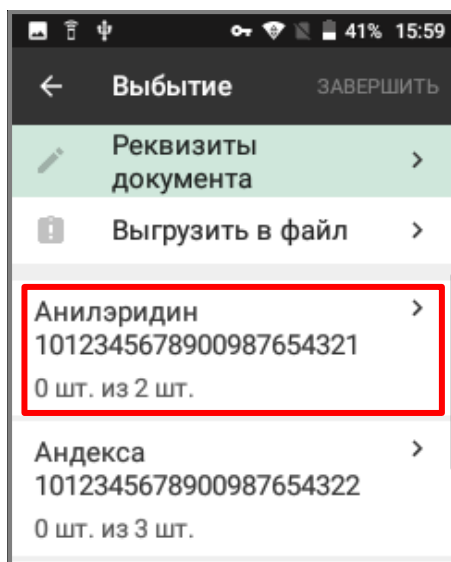

Рисунок 69. Список ЛП
14. Документ можно не завершать и выгрузить в текущем состоянии в файл формата *.csv в корневую папку РВ, нажав на кнопку **Выгрузить в файл** (см. рисунок 69) и подтвердив выгрузку. После выгрузки документ будет удален из списка документов аналогично завершенному документу.